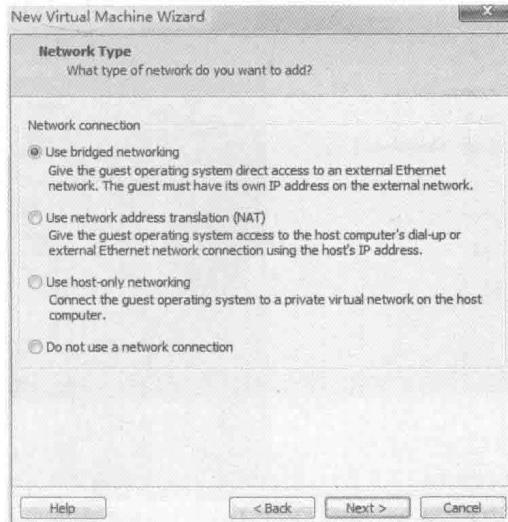

图 4-17 网卡配置模式界面
(7) 设置虚拟机网卡采用默认的桥接方式, 如图 4-17 所示。